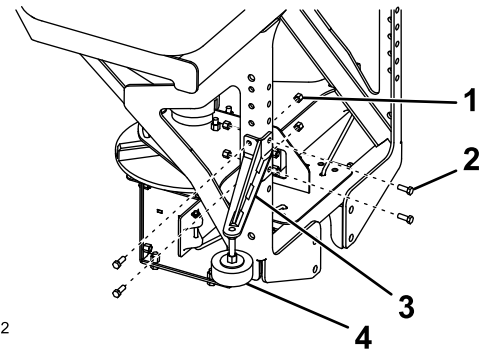

Figure 7
- Fixez les bras stabilisateurs au cadre de l'épandeur à l'aide de 8 boulons (¾ po) et de 8 contre-écrous (¾ po), puis serrez les boulons à 27 N·m (19,7 pi-lb), comme montré à la Figure 7.
- Faites tourner les patins au bout des bras stabilisateurs jusqu'à ce qu'ils soient parfaitement en appui contre le pare-chocs du véhicule; fixez-les en serrant l'écrou de blocage (Figure 7).
8. Fixez les bras stabilisateurs au cadre de l'épandeur à l'aide de 8 boulons (3/8 po) et 8 contre-écrous (3/8 po), puis serrez les boulons à 27 N·m (19,7 pi-lb), comme montré à la Figure 7.
parfaitement en appui contre le pare-chocs du véhicule; fixez-les en serrant l'écrou de blocage (Figure 7).